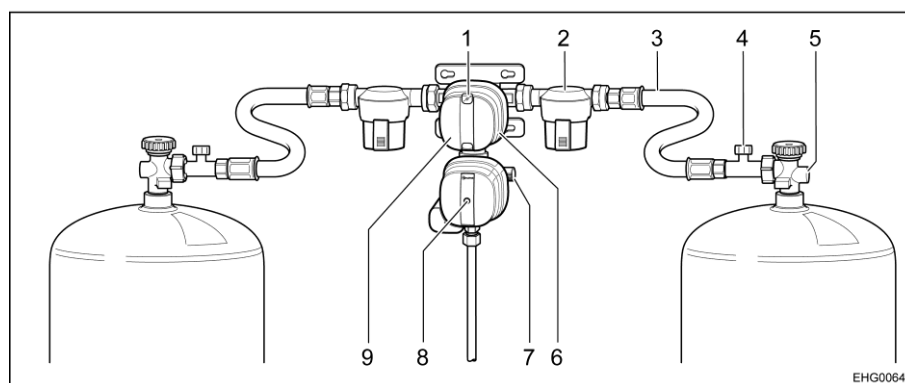

Fig. 36 Système de réglage de la pression de gaz DuoControl CS
Le système de réglage DuoControl se compose d'une valve de commutation avec capteur de crash (Fig. 36,9). Le système de réglage DuoControl est monté entre les tuyaux haute pression (Fig. 36,3) avec une sécurité de rupture de tuyau (Fig. 36,4). Un bouton rotatif (Fig. 36,6) situé sur la valve de commutation permet de définir laquelle des bouteilles de gaz est celle de service et laquelle est celle de réserve.
L'état de l'alimentation en gaz est affiché à l'indicateur d'état (Fig. 36,1) :
Le fonctionnement avec une seule bouteille de gaz est autorisé, la prise à découvert doit cependant être obturée avec le bouchon à vis (Fig. 36,7) dans ce cas-là.
Le capteur de crash coupe l'arrivée du gaz en cas de secousses importantes (par exemple accident). Le capteur de crash s'active en appuyant sur le bouton Reset jaune (Fig. 36,8).
La sécurité de rupture de tuyau (Fig. 36,4) coupe l'arrivée de gaz quand le tuyau raccordé se rompt.
L'arrivée du gaz s'ouvre et se ferme sur l'unité de commande (Fig. 37) au moyen du système de réglage DuoControl. Les robinets principaux (Fig. 36,5) des bouteilles de gaz et les robinets d'arrêt de gaz des appareils doivent être ouverts manuellement.
- Choisir la bouteille de gaz avec le bouton rotatif (Fig. 36,6) de la valve de commutation à partir de laquelle le gaz sera utilisé principalement (bouteille de service). Toujours tourner le bouton rotatif à fond.
- Ouvrir les robinets principaux (Fig. 36,5) des bouteilles de gaz.
- Activer la sécurité de rupture de tuyau (Fig. 36,4), appuyer pour ce faire dessus pendant environ 5 secondes. Le repère vert est indiqué sur l'indicateur d'état (Fig. 36,1).
- Fermer les robinets principaux (Fig. 36,5) des bouteilles de gaz.
Le voyant de contrôle vert (Fig. 37,6) s'éteint durant le fonctionnement et le voyant de contrôle rouge (Fig. 37,5) s'allume quand la bouteille de service est vide et doit être remplacée. Le repère rouge est indiqué sur l'indicateur d'état (Fig. 36,1). La bouteille de réserve alimente les appareils à gaz.
- Tourner le bouton rotatif (Fig. 36,6) d'un demi-tour en direction de la bouteille de gaz actuellement utilisée. Cette bouteille de gaz devient alors la bouteille de service, la bouteille vide devient celle de réserve. Le repère de l'indicateur d'état (Fig. 36,1) passe du rouge au vert.
- Fermer le robinet principal (Fig. 36,5) de la bouteille de gaz vide. Observer le sens de la flèche.
- Activer la sécurité de rupture de tuyau (Fig. 36,4), appuyer pour ce faire dessus pendant environ 5 secondes.